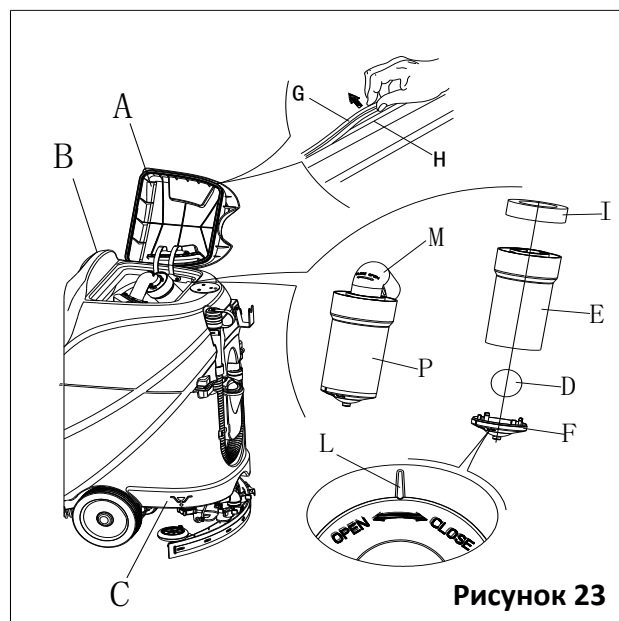

Рисунок 23
2. Убедитесь, что машина выключена и ключ зажигания (40) был извлечен.
3. Откройте крышку бака грязной воды (А, Рисунок 23) в положение на 90 градусов, где она может быть вынута из бака, а затем выньте поплавковую камеру (Р) из бака.
4. Очистите крышку бака грязной воды (А), бак грязной воды (В), очистите бак для воды (С) и рамку-держатель поплавкового фильтра (Е). Опорожните бак грязной воды при помощи дренажного шланга (15).
5. При необходимости, следуйте символам "ОТКРЫТЬ" и "ЗАКРЫТЬ", как показано на Рис. 23, чтобы снять нижнюю крышку (F) поплавкового фильтра, а затем очистите поплавков (D), рамку-держатель фильтра (E) и губку фильтра (I). После очистки, зафиксируйте поплавков (D) в рамке-держателе фильтра (E), а затем совместите метку паза (L) нижней крышки (F) поплавкового фильтра с меткой паза (L) рамки-держателя поплавкового фильтра (E). Закрутите плотно нижнюю крышку поплавкового фильтра, и закрепите губку фильтра (I) в рамке-держателе поплавкового фильтра (E). Наконец, подключите его к патрубку (M).
7. Проверьте уплотнительную резинку (G) на герметичность. При необходимости, выньте уплотнительную резинку бака из паза (H) и замените ее. Установите новую уплотнительную резинку, как показано на Рис. 23, соединение должно состыковываться в средней зоне.